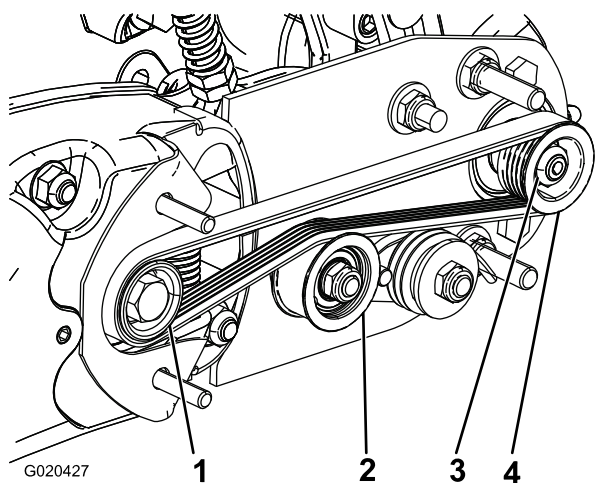
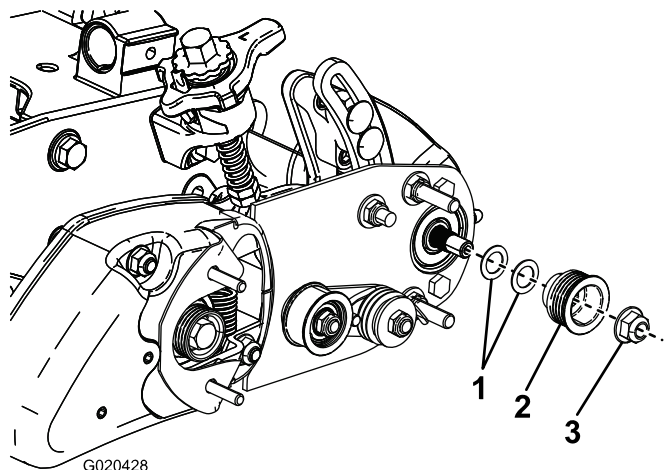

Figura 22
Figura 23
1. A polia acionada (no eixo da escova do rolo) pode-se movimentar para dentro ou para fora (Figura 22).
2. Rodando o cilindro, que por sua vez roda a polia de transmissão, levante a correia da polia de transmissão (Figura 22).
3. Retire a porca de retenção que fixa a polia acionada ao eixo da escova (Figura 22 ou Figura 23).
4. Retire a polia acionada do eixo (Figura 23).
5. Se a polia necessitar de sair, adicione uma anilha de 0,8 mm de espessura (Figura 23). Se a polia necessita de entrar mais, remova o espaçador existente de 0,8 mm de espessura.